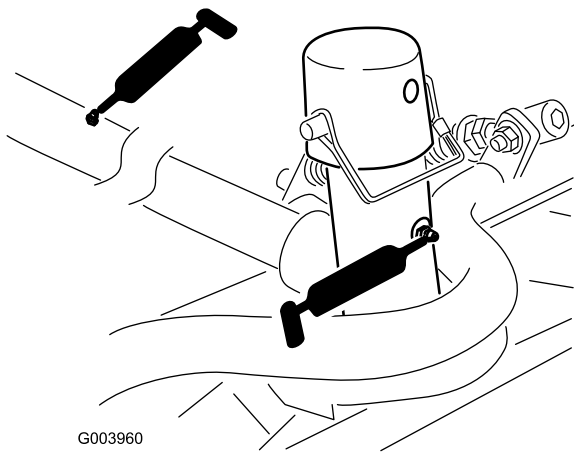

Figura 45
- Telaio portante e perno degli elementi di taglio (2 cad.) (Figura 45)